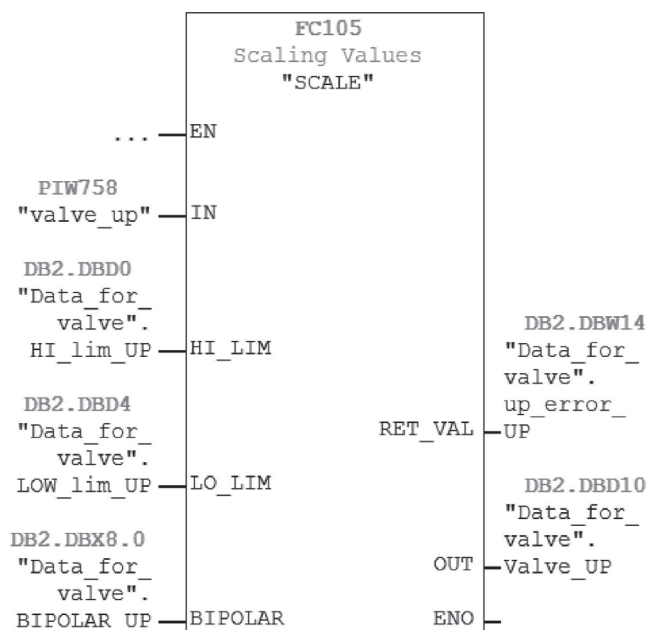

Рис. 2.27. Назначение входов и выходов функции FC105 для преобразования сигнала указателя положения
7. Из библиотеки выбираем функции FC105 и FC106 (*Libraries > Standard Library > TI-S7 Converting Blocks*), назначаем входы и выходы согласно рис. 2.27, 2.28.